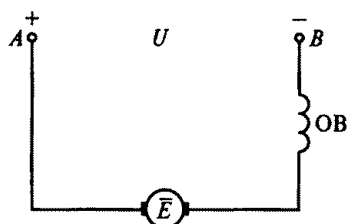

Рис. 246
10.47. Как направлен ток в обмотке возбуждения двигателя с последовательным возбуждением на рис. 246?